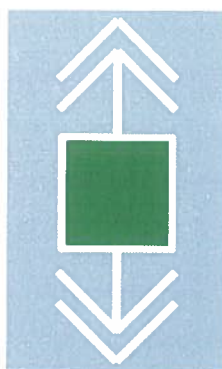

Fig. 7.33.
- Lipsă tensiune pe ambii poli ai întreruptorului (fig. 7.33);